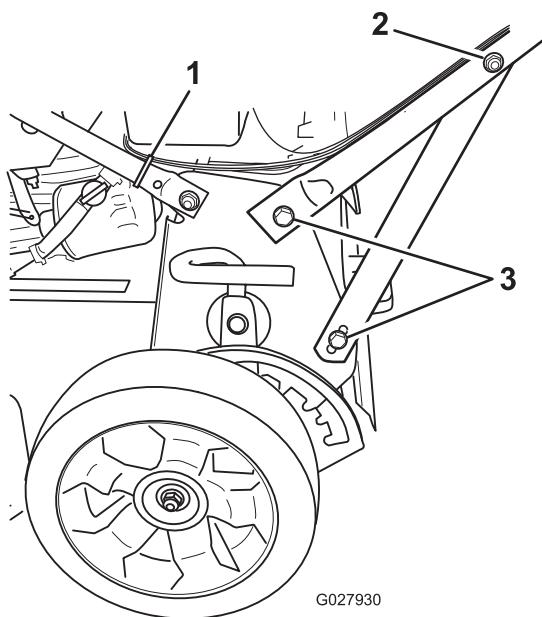

Figure 4
- 4. Serrez les fixations qui soutiennent le guidon des deux côtés de la machine, comme montré à la Figure 4.
- 2. Écrou sur support de guidon (2)
- 5. Utilisez un serre-câble pour attacher les câbles à la partie inférieure du guidon, à l'emplacement indiqué à la Figure 4.